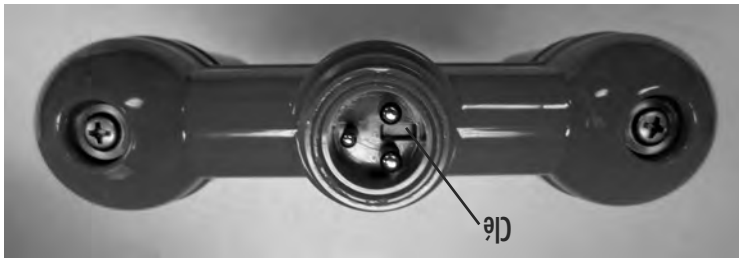

FIGURE S2
**NOTE:** Les connexions sont conçues de manière différentes afin d'éviter que le mauvais côté du câble soit raccordé à la mauvaise extrémité du raccord (Voir Figures S2 et S3).